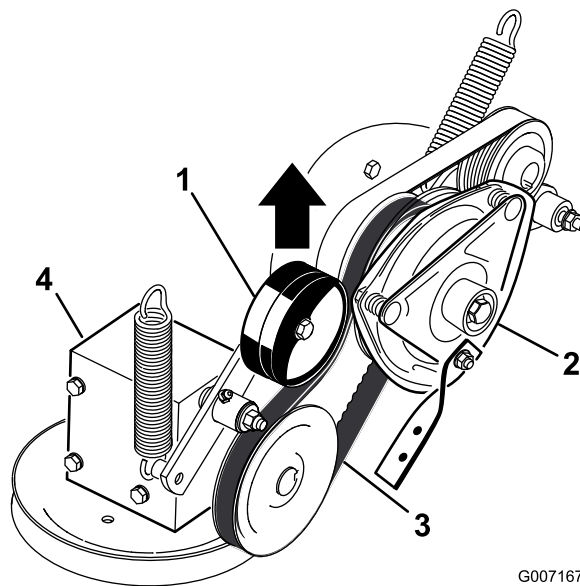

Bild 76
5. Ziehen Sie an der gefederten Spannscheibe für den Zapfwellentreibriemen und nehmen Sie den Riemen von der Kupplungsscheibe ab (Bild 76).
17. Ziehen Sie an der gefederten Spannscheibe für den Zapfwellentreibriemen und befestigen Sie diese an der Kupplungsscheibe (Bild 76).